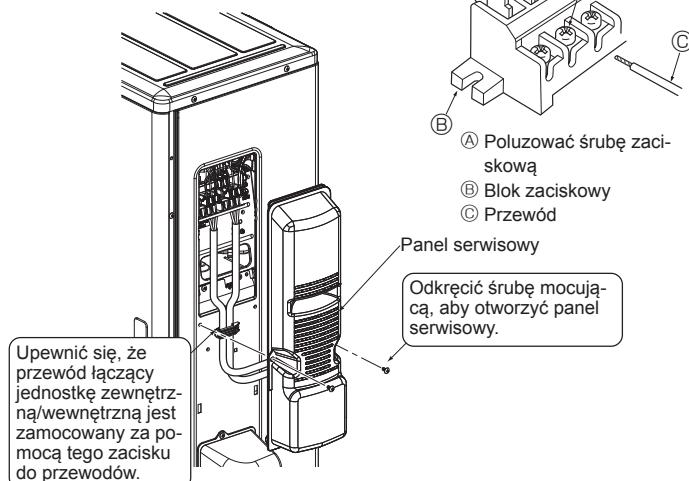

Fig. 5-3
5.1. Jednostka zewnętrzna (Fig. 5-1, Fig. 5-2, Fig. 5-3, Fig. 5-4)
- ① Zdjąć panel serwisowy.
- ② Podłączyć przewody według schematów na Fig. 5-1, Fig. 5-2, Fig. 5-3 i Fig. 5-4.
- Zachować ostrożność, aby nie popełnić błędu w trakcie podłączania. (Fig. 5-3)